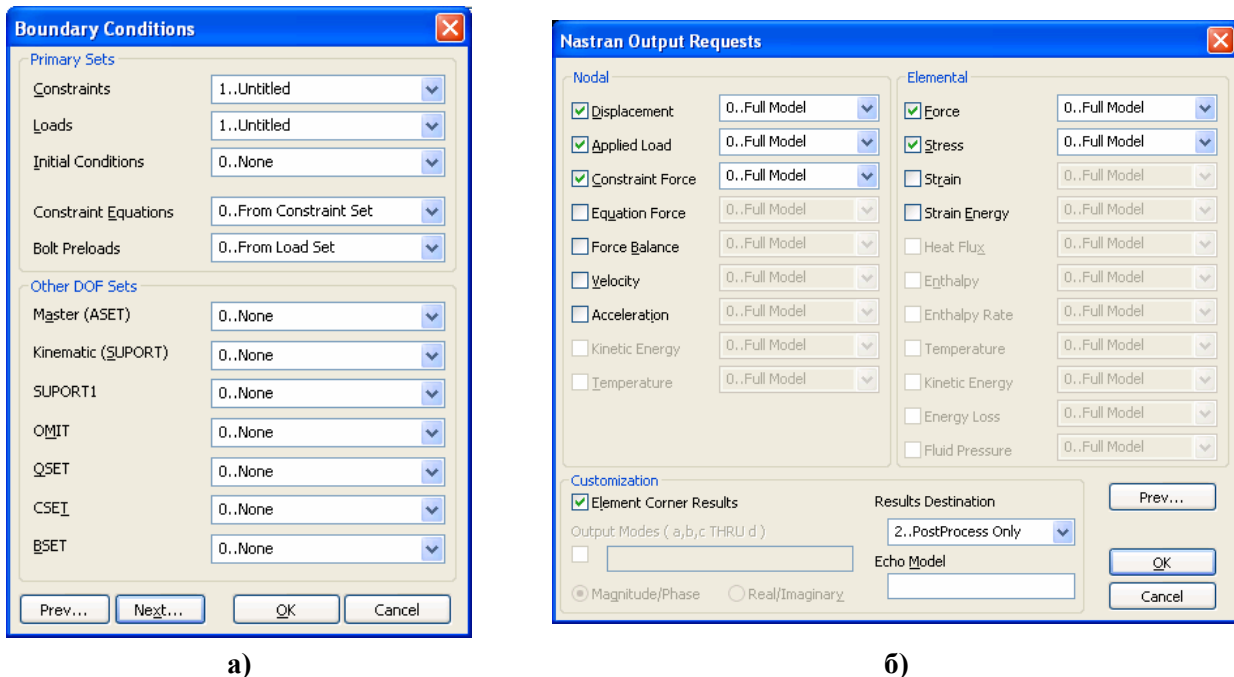

Рис.4.19. Диалоговые панели назначения наборов: а) – граничных условий; б) – результатов
- „**RESVEC**”. По умолчанию **RESVEC=NO**. Если опцию иницировать (**RESVEC=On**), то в файл *.f06 будет выведена диагностика для нагрузок, которые были подключены в секции „**Nodal**” для „**Applied Load**” на панели „**NASTRAN Output Requests**” (см. рис.4.19-б), а также для инерционных или единичных сил (динамический анализ). Эти данные могут значительно улучшить результаты модального динамического анализа отклика (modal dynamic response analysis). Если тело – не закреплено, то для получения этих данных (**Applied Load**) необходимо подключить набор „**SUPPORT**” (см. табл.4.5 и Раздел 4.2.10);
Подраздел „**Boundary Conditions**” (граничные условия) раздела „**Master Requests and Conditions**” настраивается с помощью диалоговой панели „**Boundary Conditions**” (см. рис.4.19-а). На ней в секции „**Primary**
- „**ASET**” (от **Analysis Set**) – для списка базовых степеней свободы из множества „**A**”, на основе которых по методу Гайана будет строиться решение в виде разложения по этим степеням. В этот список не должны входить степени свободы из списка, что подключается к задаче на диалоговой панели рис.4.19-а. Все свободные степени свободы, не включаемые в „**A**”, считаются членами множества „**O**” (см. табл.4.5);
Последняя диалоговая панель – „**Nastran Output Requests**” (см. рис.4.19-б). На ней указываются наборы для результатов анализа, который нужно создать для узлов (**Nodal**) и элементов (**Elemental**). Здесь можно указать „**0..Full Model**” (полная модель) или выбрать заранее созданную группу (узлов или КЭ). В секции „**Customization**” опцией „**Element Corner Result**” можно указать, что результаты расчета нужно выводить только в узлах КЭС. Для частотного анализа можно установить опцию „**Output Modes (a,b,c THRU d)**” и указать нужные моды по указанному шаблону, а также изменить вариант вывода результатов: „**Magnitude/Phase**” (амплитуда/фаза) или „**Real/Imaginary**” (действительная/мнимая). В списке „**Results Destination**” можно выбрать вариант вывода данных (**0..Default**, **1..Print Only** (только в файл *.f06), **2..PostProcess Only** (только в файл *.op2), **3..Print and PostProcess**, **4..Punch Only** (только в файл *.pch), **5..Punch and PostProcess**, **6..XDB** (только в файл *.xdb)). Когда активно поле „**Echo Model**”, можно указать вариант модели.